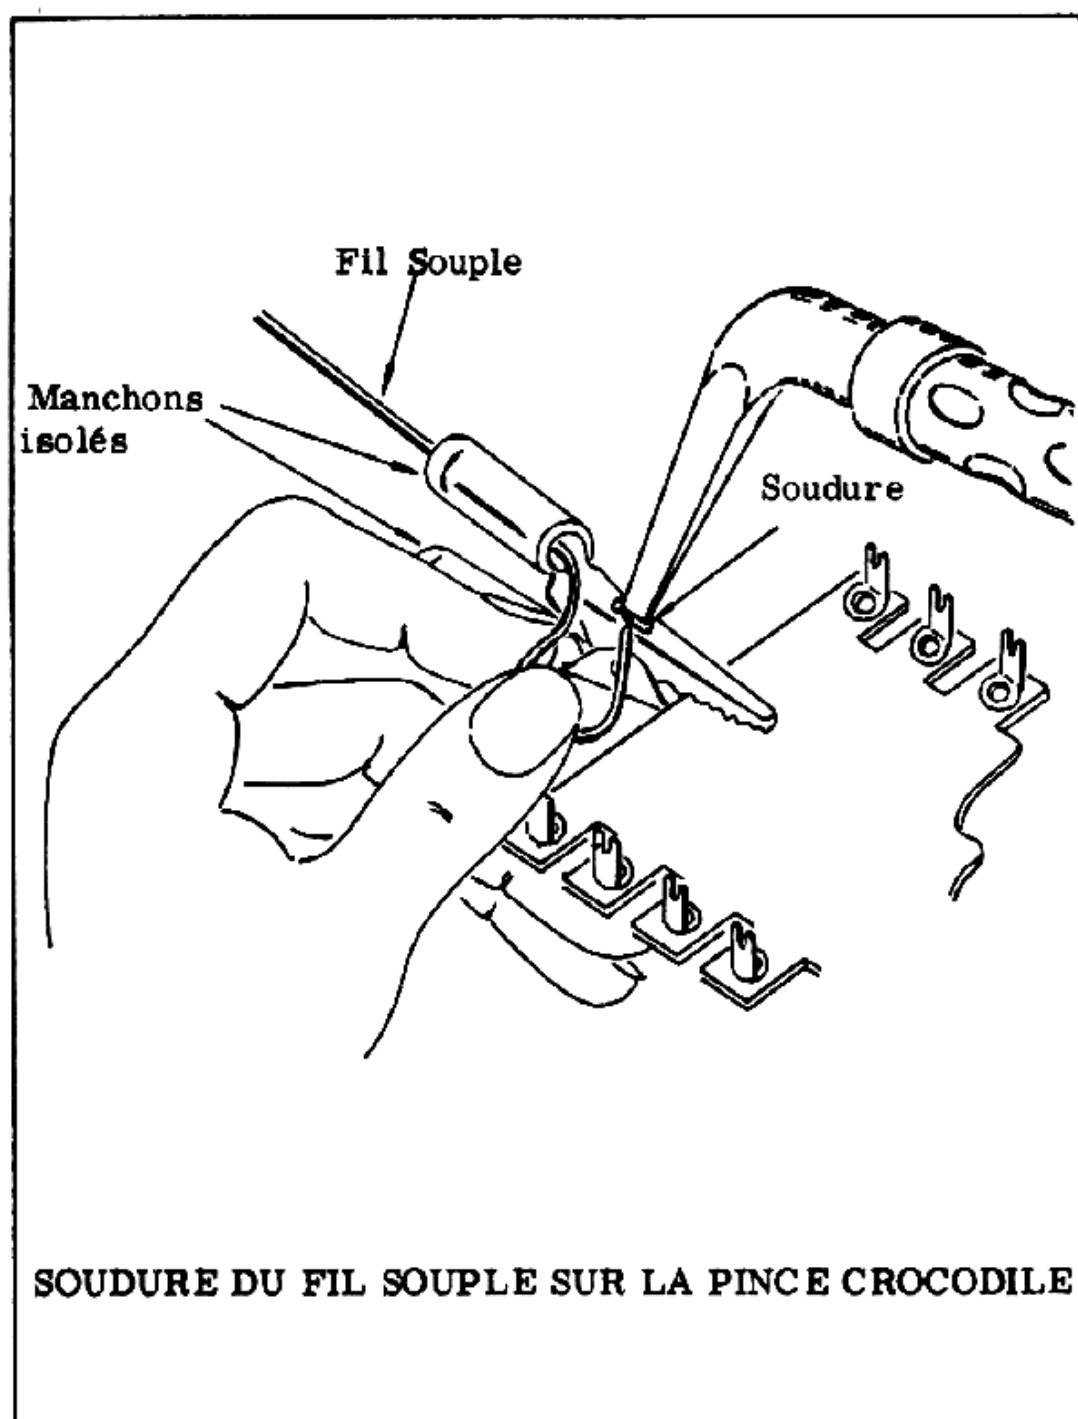

Figure 13
n) Sur la pince crocodile noire, passez l'extrémité du fil noir à travers le manchon isolant proche de la partie étamée (si par hasard le passage était obstrué, il suffirait d'exercer une légère pression avec une tige métallique, un clou par exemple, pour le débarrasser des résidus de bakélite qui l'encombrent). En tenant le fil de la main gauche, appliquez son extrémité dénudée et étamée à plat sur la partie étamée de la pince, et de l'autre main, approchez la panne du fer à souder au contact (*figure 13*). Dès que la soudure présente sur la pince est fondue, éloignez le fer à souder, tout en maintenant le fil immobile jusqu'à ce que, l'ensemble ayant refroidi, la soudure soit bien solidifiée.